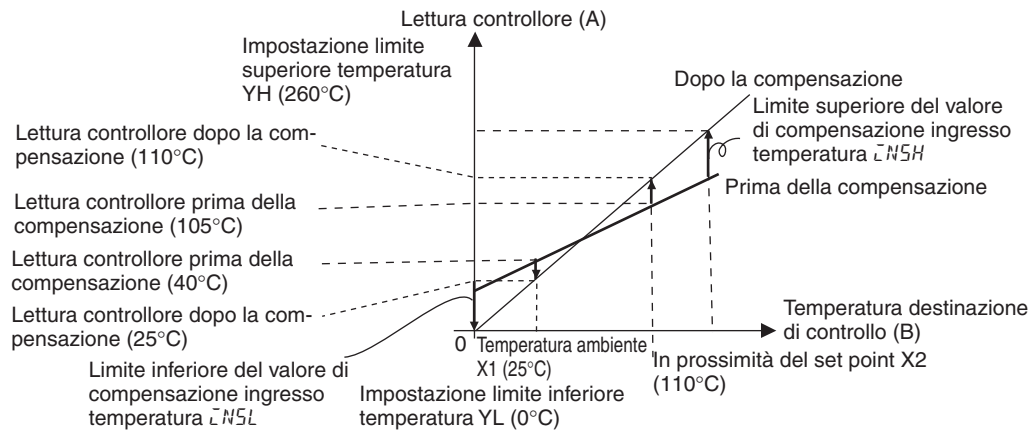

Figura 3 Illustrazione della compensazione a 2 punti
1. Compensare la lettura del controllore in corrispondenza di due punti: a circa la temperatura ambiente e in prossimità del valore a cui la temperatura della destinazione di controllo deve essere controllata. A questo scopo controllare la temperatura della destinazione di controllo (B) e la lettura del controllore (A) con la temperatura dell'oggetto di controllo a circa la temperatura ambiente e in prossimità del set point.
2. Quindi usare le seguenti formule per calcolare i limiti superiore e inferiore dei valori di compensazione dell'ingresso della temperatura in base alle temperature di lettura e alle temperature desiderate. La compensazione è illustrata nella *Figura 3*.